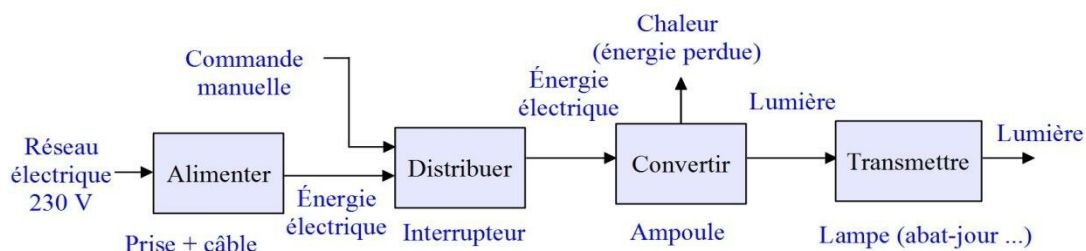

Figure 1 : schéma fonctionnel ou schéma bloc
- le schéma fonctionnel ou schéma bloc (exemple figure 1) : il représente par des symboles ou par des figures simples, une installation ainsi que ses interdépendances fonctionnelles, sans qu'il soit nécessaire de représenter toutes les liaisons qui sont matériellement réalisées.